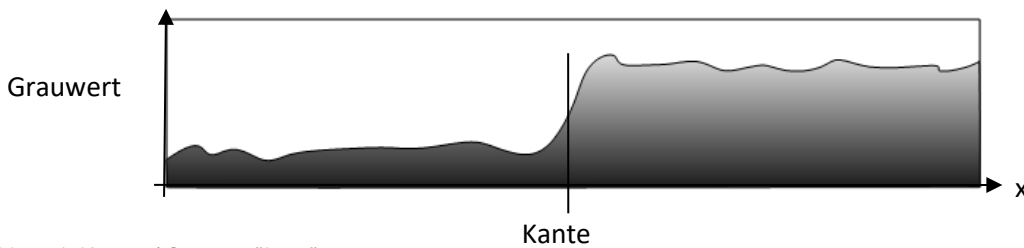

Abbildung 1: Kanten / Grauwertübergänge
Im Fokus der Übung liegt die Kantendetektion, deren Operatoren auch Kantenfilter genannt werden. Allen Kantenfiltern ist gemein, dass sie zur **Detektion von Kanten die räumliche Grauwertänderung** verwenden. Eine Kante ist in Abbildung 1 zu sehen. Auf der Ordinate sind die Grauwerte aufgetragen, auf der Abszisse die räumliche Ausdehnung x (beispielsweise entlang eines Linienprofils im Bild). Der Verlauf der Grauwerte sieht in der Abbildung kontinuierlich aus, ist typischerweise jedoch diskret.
Der Fokus der Übung liegt auf der Kantendetektion, deren Operatoren auch Kantenfilter genannt werden. Allen Kantenfiltern ist gemein, dass sie zur Detektion von Kanten die räumliche Grauwertänderung verwenden. Eine Kante ist in Abbildung 1 zu sehen. Auf der Ordinate sind die Grauwerte aufgetragen, auf der Abszisse die räumliche Ausdehnung x (beispielsweise entlang eines Linienprofils im Bild). Der Verlauf der Grauwerte sieht in der Abbildung kontinuierlich aus, ist typischerweise jedoch diskret.
- Versuchen Sie nun mit Hilfe der neu erlernten Methoden die weiß umrandete Fläche des Pumpengehäuses (Bild1.png) zu segmentieren.